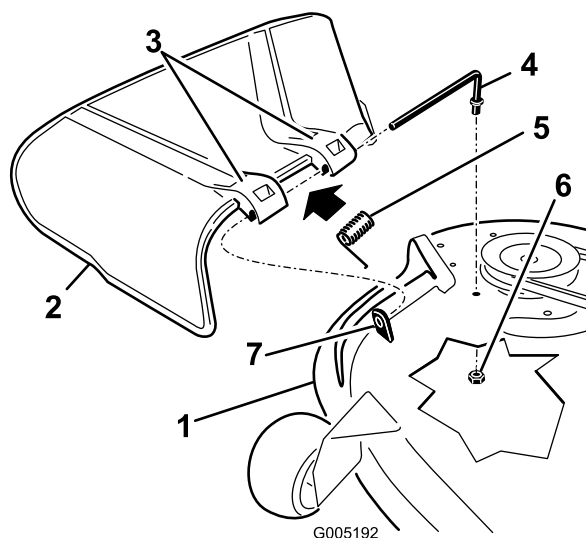

Figura 68
1. Togliete il dado (da 3/8 poll.) dall'asta sottostante il tosaerba (Figura 68).
2. Estraiete l'asta dal distanziatore corto, dalla molla e dal deflettore dell'erba (Figura 68).
4. Riposizionate il deflettore dell'erba (Figura 68).
7. Fate scorrere l'asta attraverso la seconda staffa del deflettore dell'erba (Figura 68).
9. Fissate l'estremità posteriore dell'asta nel tosaerba con un dado (3/8 poll.), come mostrato in (Figura 68).